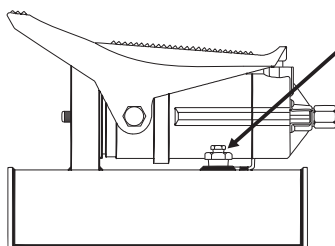
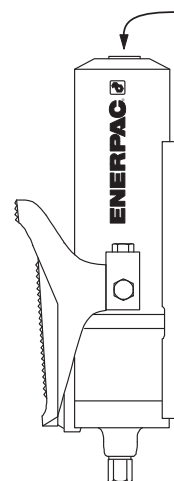

Figura 2
Figura 1
1. Segure a bomba pela extremidade, como indicado na Figura 1, e retire o bujão de abastecimento. Nos modelos PA-1150, o bujão de abastecimento localiza-se na lateral da bomba, como se pode observar na Figura 2.